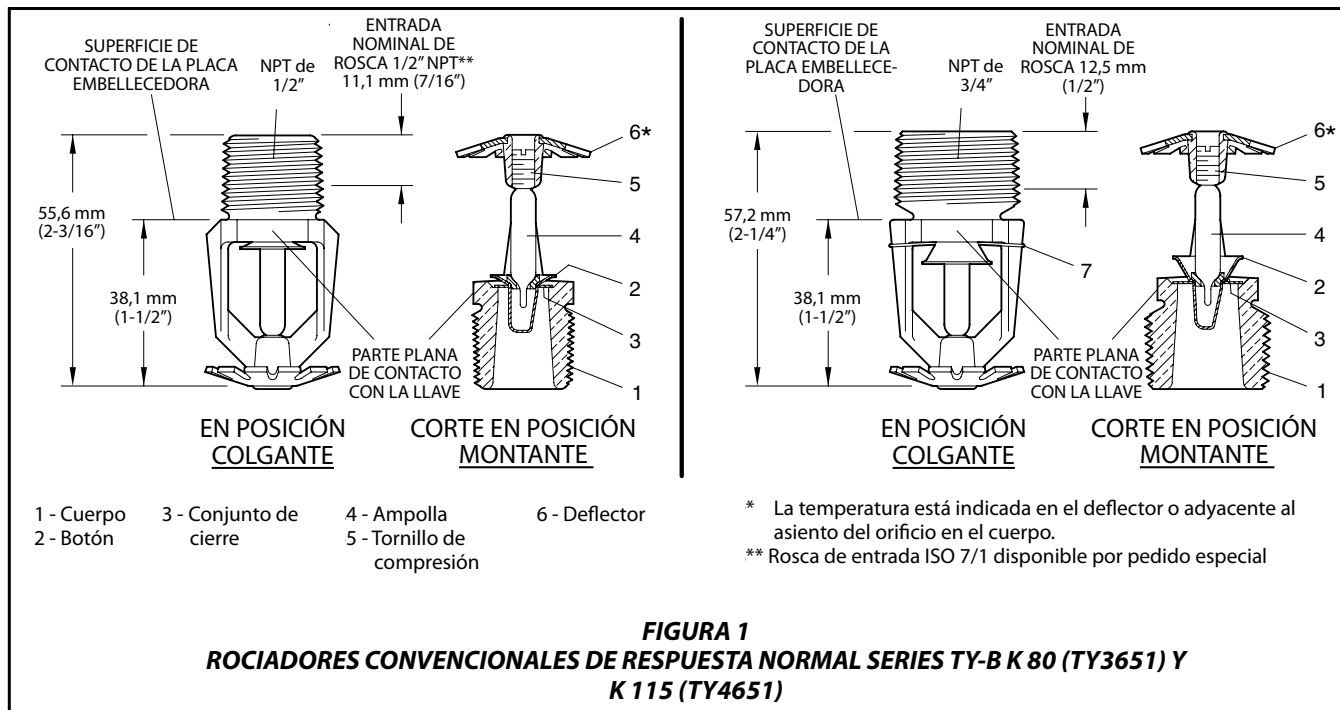
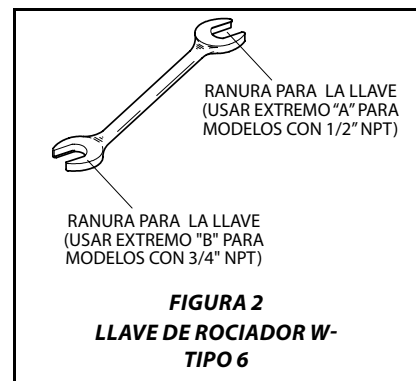

FIGURA 1
FIGURA 2
Paso 2. Enroscar el rociador al accesorio utilizando únicamente la llave de rociador W-Tipo 6 (véase Figura 2), con excepción de los rociadores con baño de cera para los que será necesario utilizar una llave ajustable semicircular de 200 ó 250 mm (8 ó 10"). Será necesario utilizar la llave de rociador W-Tipo 6 o la llave semicircular, según el caso, en las superficies de contacto (Ver figura 1).